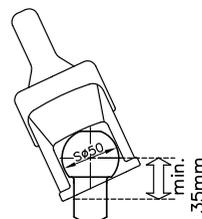
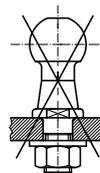
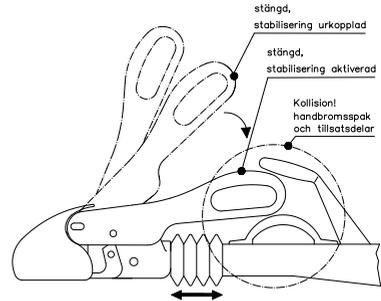

Bild 1 : Kulhals dragfordon
Bild 2 : Skruvad kulbott
Bild 5 : Aktivering stabiliseringsfunktion
1.3 Kulkopplingen WS 3000/3500 kan endast användas tillsammans med dragkula som uppfyller kraven i DIN 74058/ISO 1103, om kulhalsen inom ett område på **minst 35 mm är fri från påbyggnadsdelar** (bild 1), istället för 32 mm som anges i DIN 74058 / ISO 1103. Användning av WS 3000/3500 i kombination med skruvmonterad dragkula utan någon vridsäkring är inte tillåten (bild 2). Med inkopplad stabilisator vid kördrift måste manöverspaken vara frilagd från fordons- eller tillsatsdelar, d.v.s. när förbindelsestegen skjuts in samtidigt som en vridrörelse sker med WS 3000/35000, får kollision inte uppstå mellan handbromsspaken och andra tillsatsdelar. (bild 5) Beakta även anvisningarna i bruksanvisningen resp. bromstillverkarens handbok.
För detta måste manöverspaken tryckas nedåt från det låsta läget till anslaget (bild 5). Därvid spänns fjäderpaketet som trycker friktionsbeläggens mot dragkulan. Därefter ligger manöverspaken nästan parallellt med dragstängens.